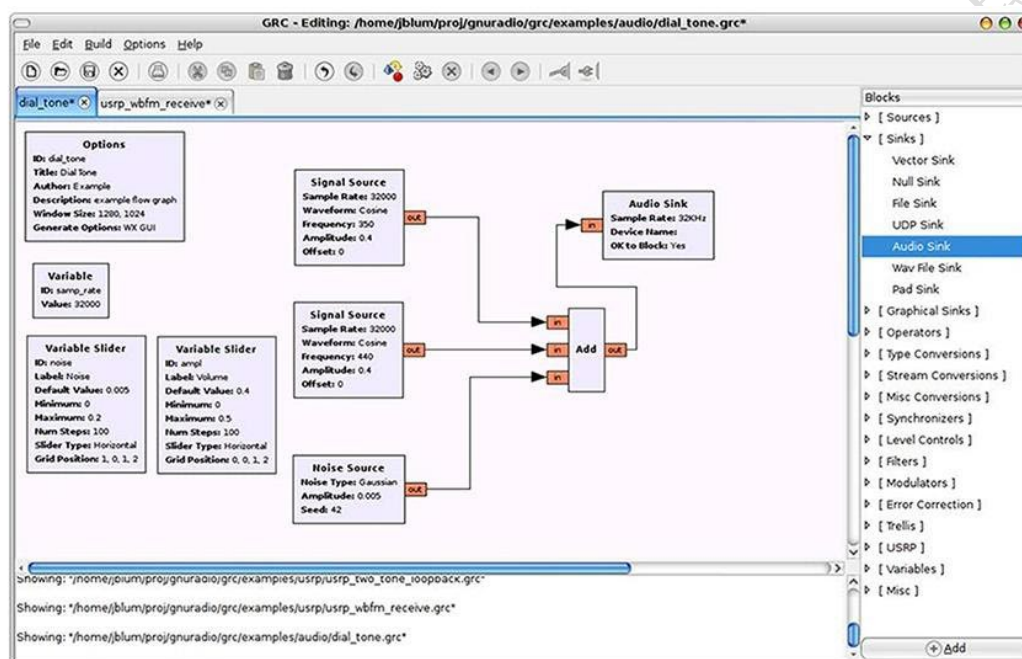

图 13. GNU Radio 配套流程图
- ◆ 开发示例：图 13 为 GNU Radio 配套流程图。